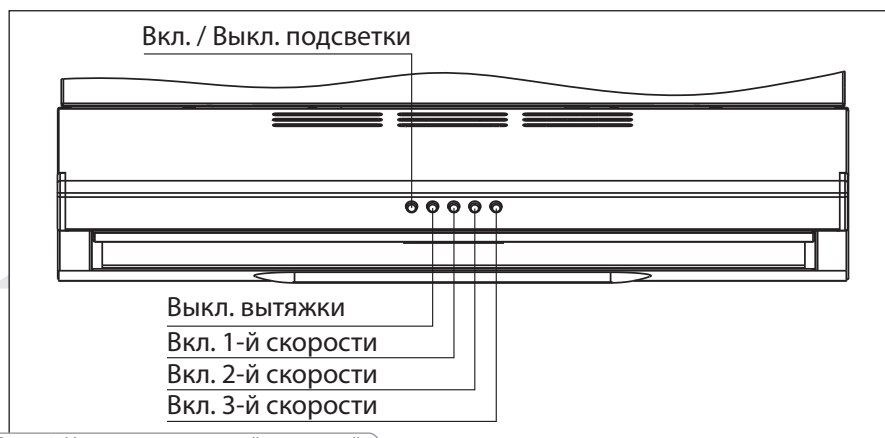

Рис. 19. Управление кухонной вытяжкой
- Для включения кухонной вытяжки нажмите кнопку соответствующую необходимой скорости (1-я, 2-я и 3-я скорости, см. рис. 19). Кухонная вытяжка имеет приоритет над пультом управления, т. е. при использовании кухонной вытяжки пульт не активен.
- Для выключения вытяжки нажмите соответствующую кнопку (рис. 19). После выключения кухонной вытяжки установка перейдет в режим, заданный с пульта управления.